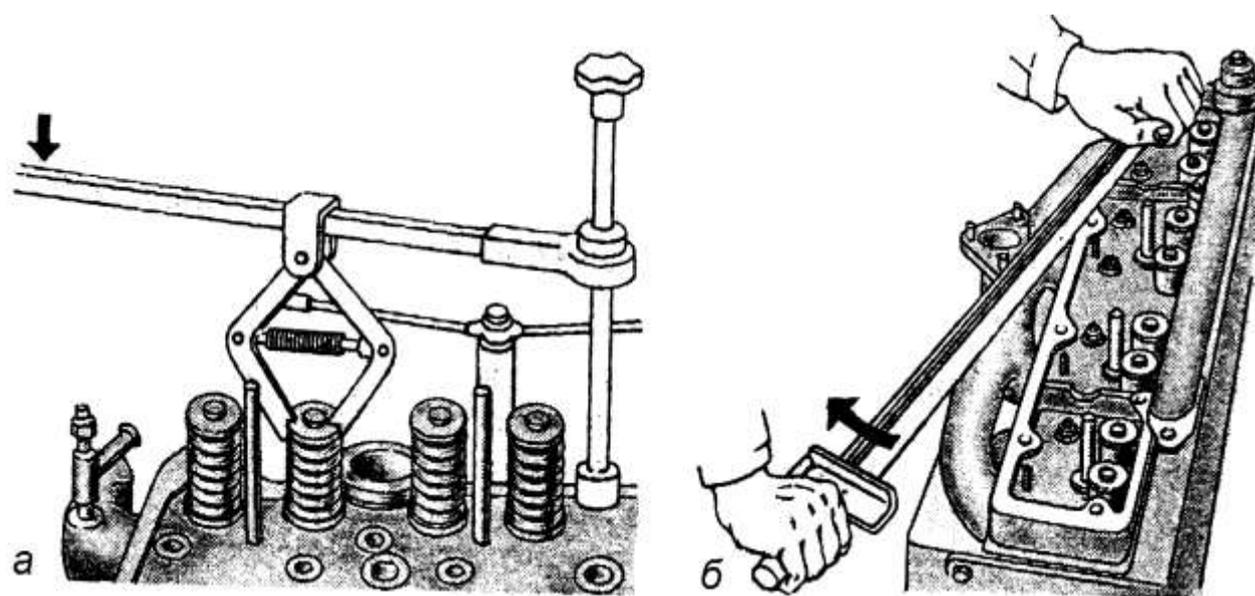

Рис. 2. Приспособление для разборки и сборки клапанного механизма:
3. С помощью приспособления (рис. 2) разберите клапанные механизмы. Снимите пружины и выньте клапаны из втулок.